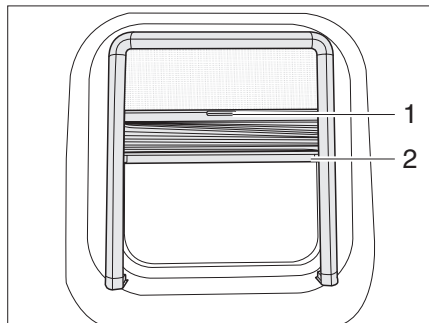

Fig. 30 Ventana abatible con amortiguación, abierta
- ▶ Sujetar de la muesca (Fig. 30,2) y tirar la persiana oscurecedora enrollable de arriba hacia abajo a la altura deseada.
- ▶ Sujetar de la muesca (Fig. 30,2) y empujar la persiana oscurecedora enrollable hacia arriba.
- ▶ Tirar la mosquitera enrollable hacia abajo con el tirador (Fig. 30,1).
- ▶ Empujar la mosquitera enrollable hacia arriba con el tirador (Fig. 30,1).